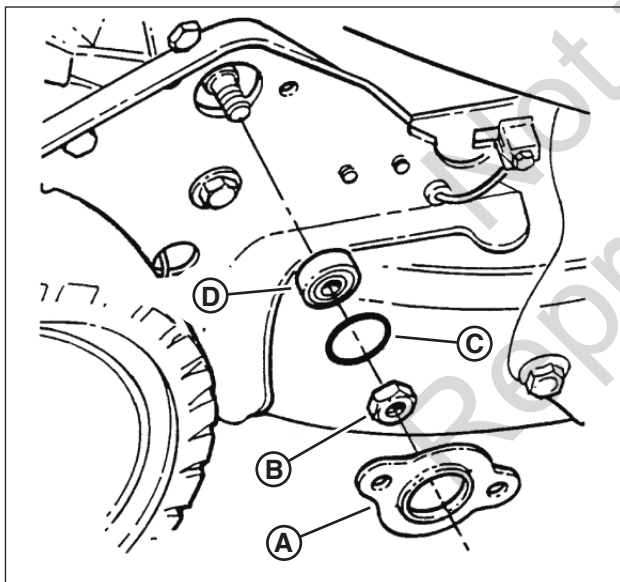

Figure 33: Remplacement du roulement sur l'arbre hexagonal
2. Enlevez l'écrou freiné 3/8 po (9,52 mm) (**B, Figure 33**) se trouvant sur le côté externe du support de roue droite.